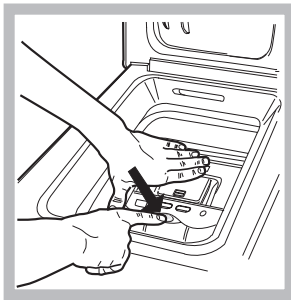

Fig. 2
B) Deschiderea coșului, folosind ambele mâini (Fig. 2):
- apăsați tasta indicată cu săgeată (fig. 2) și, exercitând o ușoară presiune în jos, apropiați cealaltă mână: acest lucru este necesar pentru a evita lovirea accidentală provocată de deschiderea bruscă a ușilor;